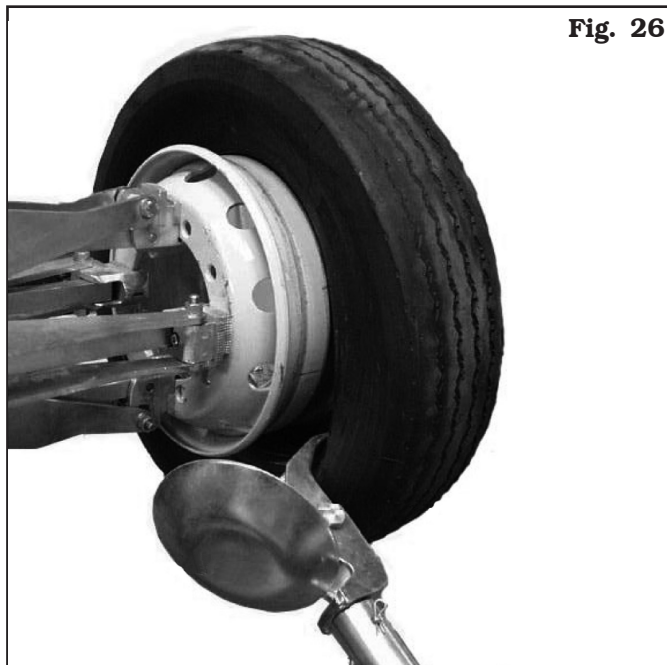

Fig. 26
- Tourner la tête porte-outils de 180° jusqu'à porter l'outil à cliquet sur le côté du pneumatique (voir Fig. 26).